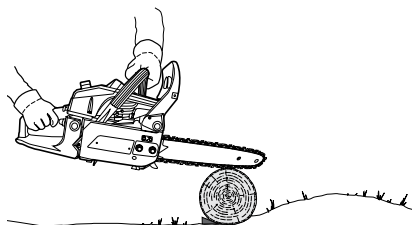

Fig. 29
- > Si le diamètre du bois est suffisamment large pour que vous puissiez y insérer un coin tendre de tronçonnage sans toucher la chaîne, utilisez le coin pour laisser la coupe ouverte afin d'éviter un pincement (Fig. 29).